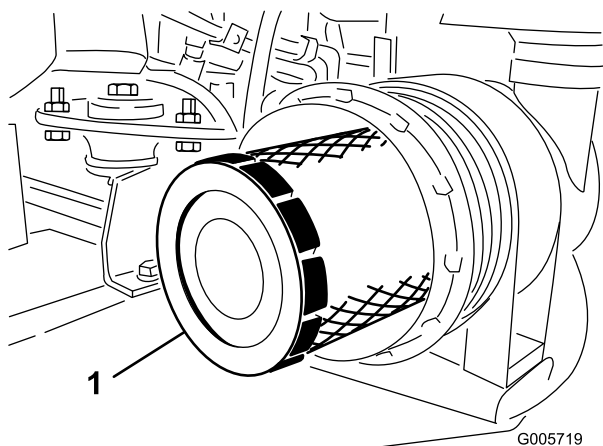

Figura 45
3. Retire y cambie el filtro primario (Figura 45). No se recomienda limpiar el elemento usado debido a la posibilidad de causar daños al medio filtrante. Asegúrese de que el filtro nuevo no ha sido dañado durante el transporte, comprobando el extremo sellante del filtro y la carcasa. No utilice el elemento si está dañado. Introduzca el filtro nuevo presionando el borde exterior del elemento para asentarlos en el cartucho. No aplique presión al centro flexible del filtro.